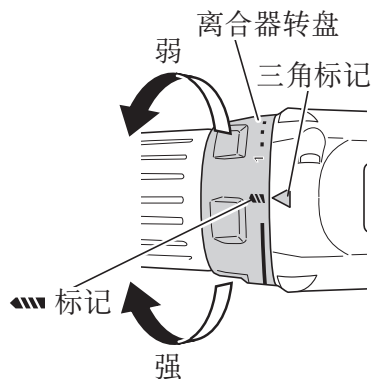
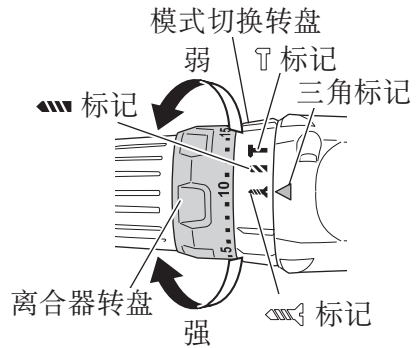

图 12
图 15
## 6. 确认离合器转盘的位置 (请参照图 12)
### (2) 旋紧转矩的指示（请参照第 15 页的图 12 和第 16 页的图 15）
### (3) 调节旋紧转矩（请参照第 15 页的图 12 和第 16 页的图 15）